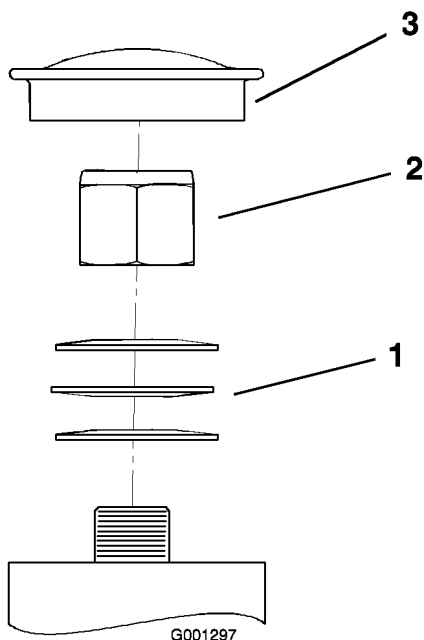

Figure 46
3. Retirez le capuchon anti-poussière de la roue pivotante et serrez le contre-écrou (Figure 46).
4. Continuez de le serrer jusqu'à ce que les rondelles élastiques soient aplaties, puis desserrez-le de 1/4 de tour pour obtenir la précharge correcte des roulements (Figure 46).
Important: Veillez à placer les rondelles comme illustré (Figure 46).
5. Remettez le capuchon anti-poussière en place (Figure 46).